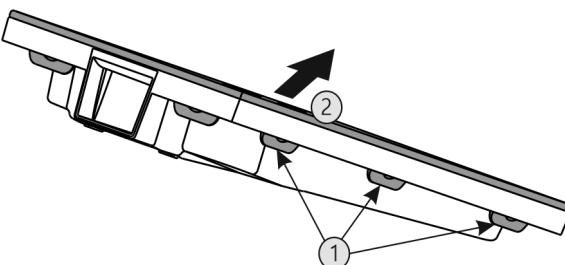

Fig. 49
- Натиснете всички езичета Fig. 49 (1) последователно и свалете капака Fig. 49 (2).